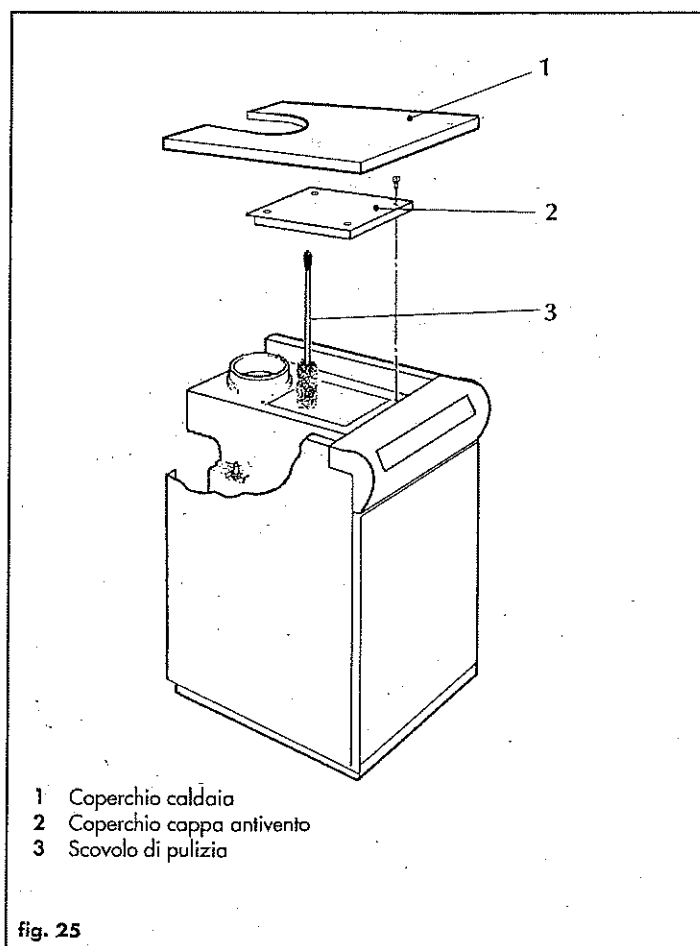

fig. 25
- esercitando una leggera pressione con il palmo della mano dal basso verso l'alto, togliere il coperchio della caldaia (1, fig. 25);
- smontare il coperchio (2 - fig. 25) della cappa antivento;
- inserire all'interno della camera di combustione un foglio di cartone o equivalente per poter raccogliere i residui della combustione asportati usando l'apposito scovolo (3 - fig. 25); pulire quindi gli interstizi del corpo caldaia agendo dall'alto verso il basso;